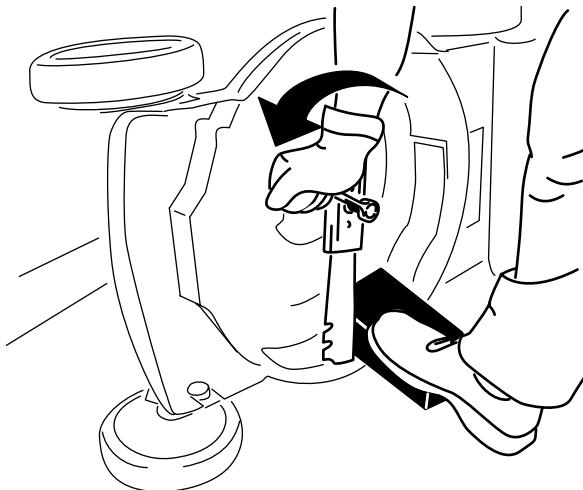

Figura 29
- Utilice un bloque de madera para inmovilizar la cuchilla (Figura 29).
4. Retire la cuchilla, conservando todos los herrajes de montaje (Figura 29).